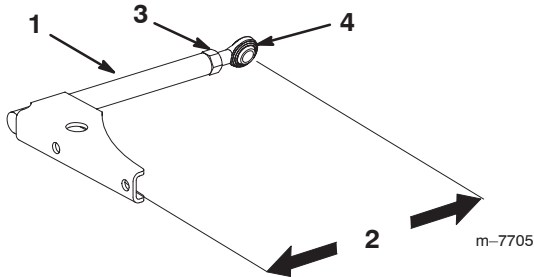

Figure 56
1. Desserrez l'écrou de blocage et tournez la rotule dans le sens anti-horaire, un tour à la fois (Fig. 56).
2. Réglez chaque côté de la même façon. La longueur nominale de chaque bras de poussée doit être de 34 cm (13-1/2 pouces) à un vrillage de 15 degrés (Fig. 56).